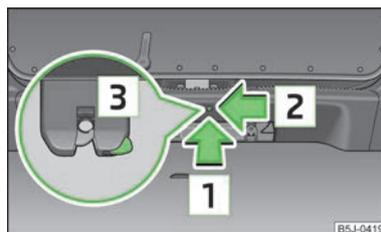

Fig. 18
- Introducir un destornillador o una herramienta similar hasta el tope en la abertura en el revestimiento en dirección de la flecha » fig. 18.